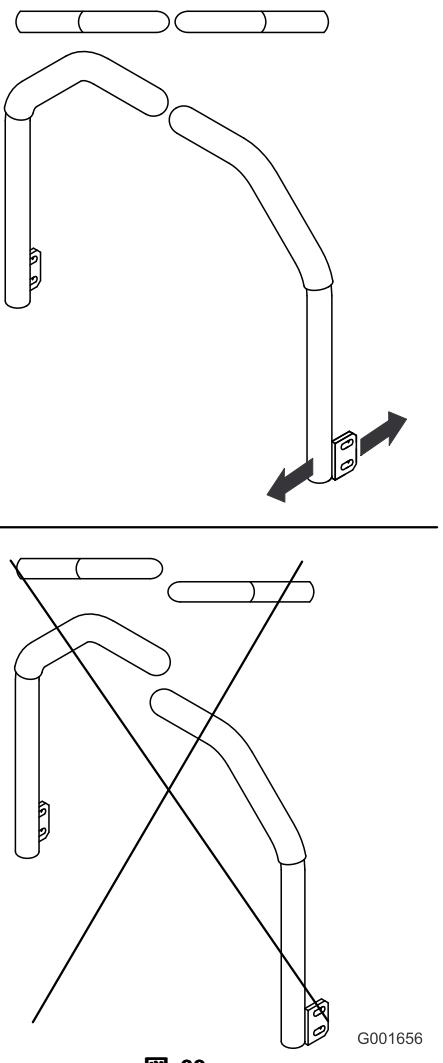

図 69
5. この状態で、左右のコントロールレバーが整列するように調整し（図 69）、ボルトを締めて、各レバーをポストに固定する。